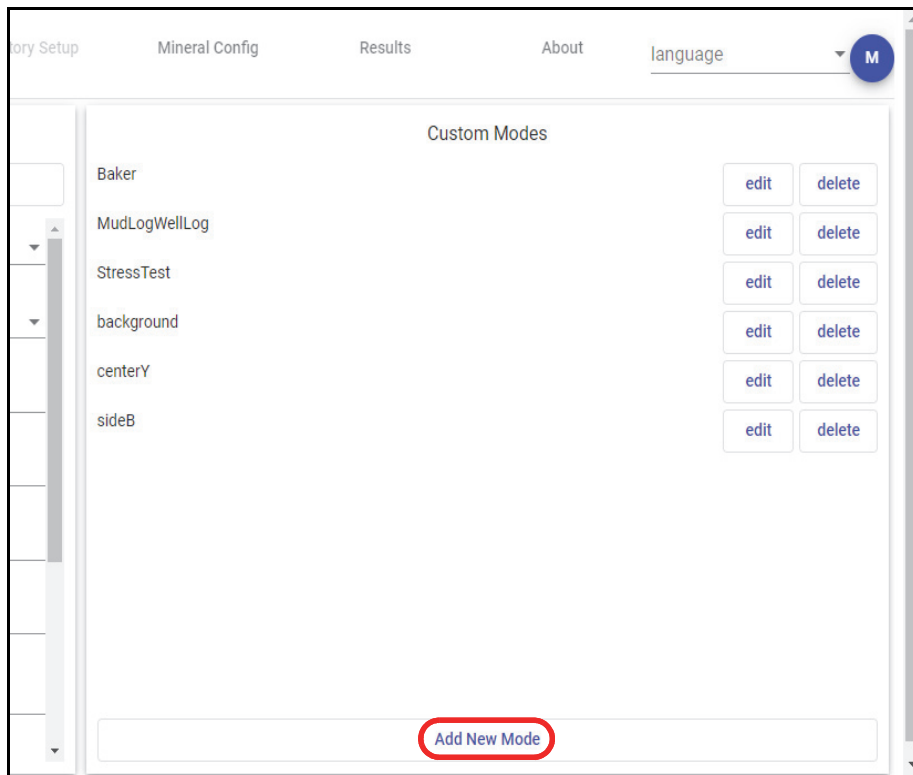

图 5-12 添加新模式按钮
1. 在**Custom Modes**（自定义模式）对话框的底部，点击**Add New Mode**（添加新模式）（参见第78页的图 5-12），以显示**Add New Mode**（添加新模式）对话框。